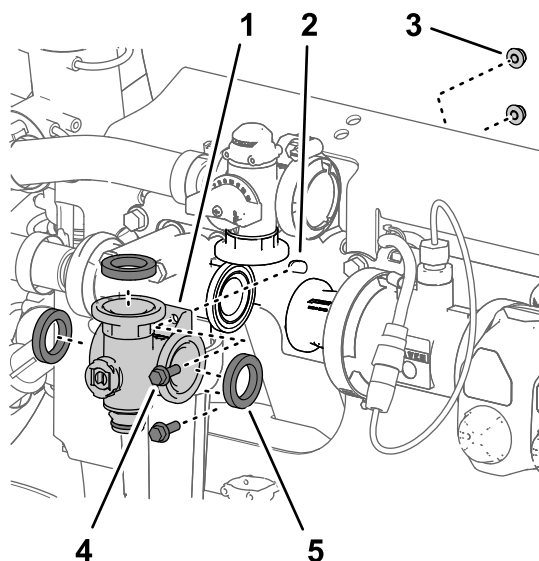
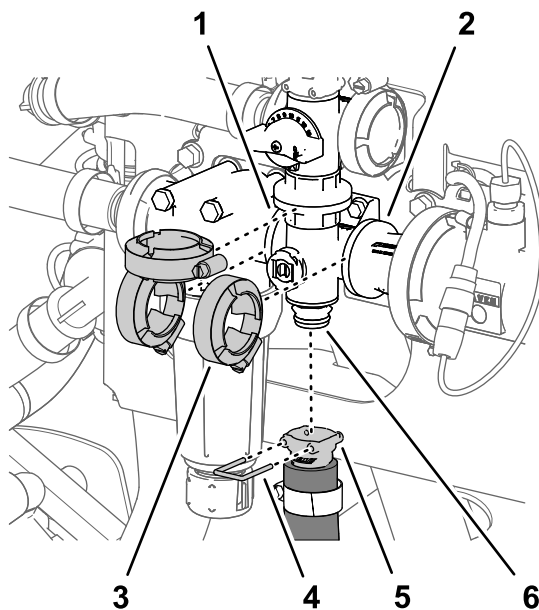

Рисунок 135
Рисунок 136
1. Совместите фланец коллектора клапана перемешивания и 3 прокладки с фланцами перепускного клапана перемешивания, головки фильтра линии нагнетания и переходного соединителя (Рисунок 135 и Рисунок 136).
перемешивания, головке фильтра линии нагнетания и переходному соединителю (Рисунок 136) с помощью 3 фланцевых хомутов, снятых при выполнении действий, описанных в разделе Демонтаж коллекторного клапана перемешивания (страница 97).
5. Затяните 3 фланцевых хомута от руки (Рисунок 136).
6. Установите быстроразъемный соединитель шланга перемешивания на быстроразъемный штуцер коллектора клапана перемешивания при помощи штифта быстроразъемного соединения (Рисунок 136).